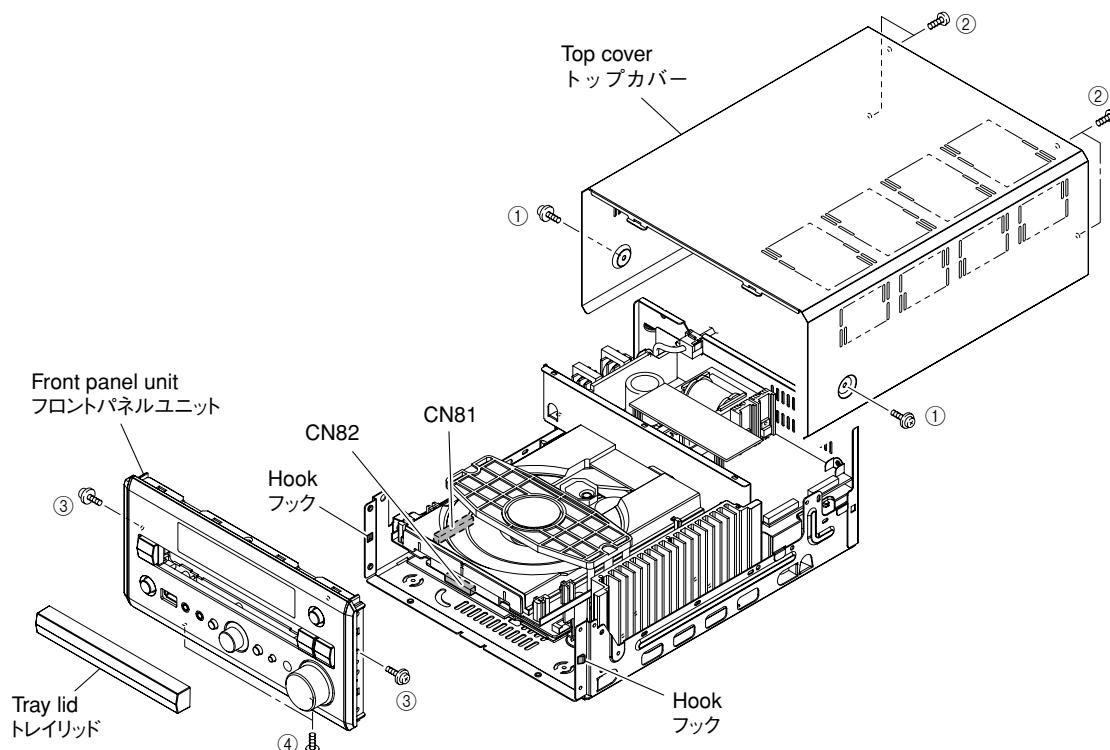

Fig. 1
- Remove 2 screws (①) and 4 screws (②). (Fig. 1)
- Slide the top cover rearward to remove it. (Fig. 1)
- Remove the tray lid and close the tray. (Fig. 1)
- Remove 2 screws (③) and 2 screws (④). (Fig. 1)
- Remove CN81. (Fig. 1)
- Remove 2 hooks and then slide the front panel unit forward. (Fig. 1)
- Remove CN82. (Fig. 1)
- ①のネジ2本、②のネジ4本を外します。 (Fig. 1)
- トップカバーを後方へスライドさせ取り外します。 (Fig. 1)
- トレイリッドを外し、トレイを閉じます。 (Fig. 1)
- ③のネジ2本、④のネジ2本を外します。 (Fig. 1)
- CN81を外します。 (Fig. 1)
- フック2箇所を外し、フロントパネルユニットを前方へ引き出します。 (Fig. 1)
- CN82を外します。 (Fig. 1)